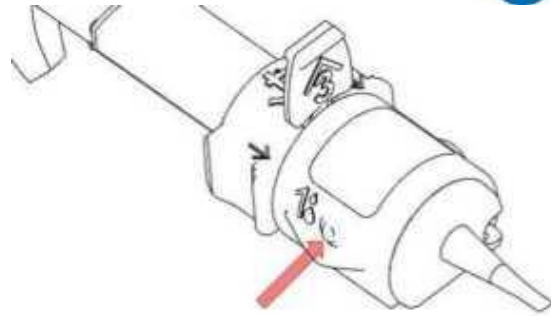

Рис. 1
3. Полностью введите канюлю (23G) шприца, заполненного вискоэластиком, в маленькое отверстие, обозначенное «1» (рис. 1), поддерживая небольшое давление на кончике канюли. Введите дисперсионный вискоэластик (предпочтительно ГПМЦ) через отверстие. Впрыскиваемое количество вязкой жидкости становится достаточным, как только два потока (капли) вискоэластика встречаются на верхней части линзы (сливаются).